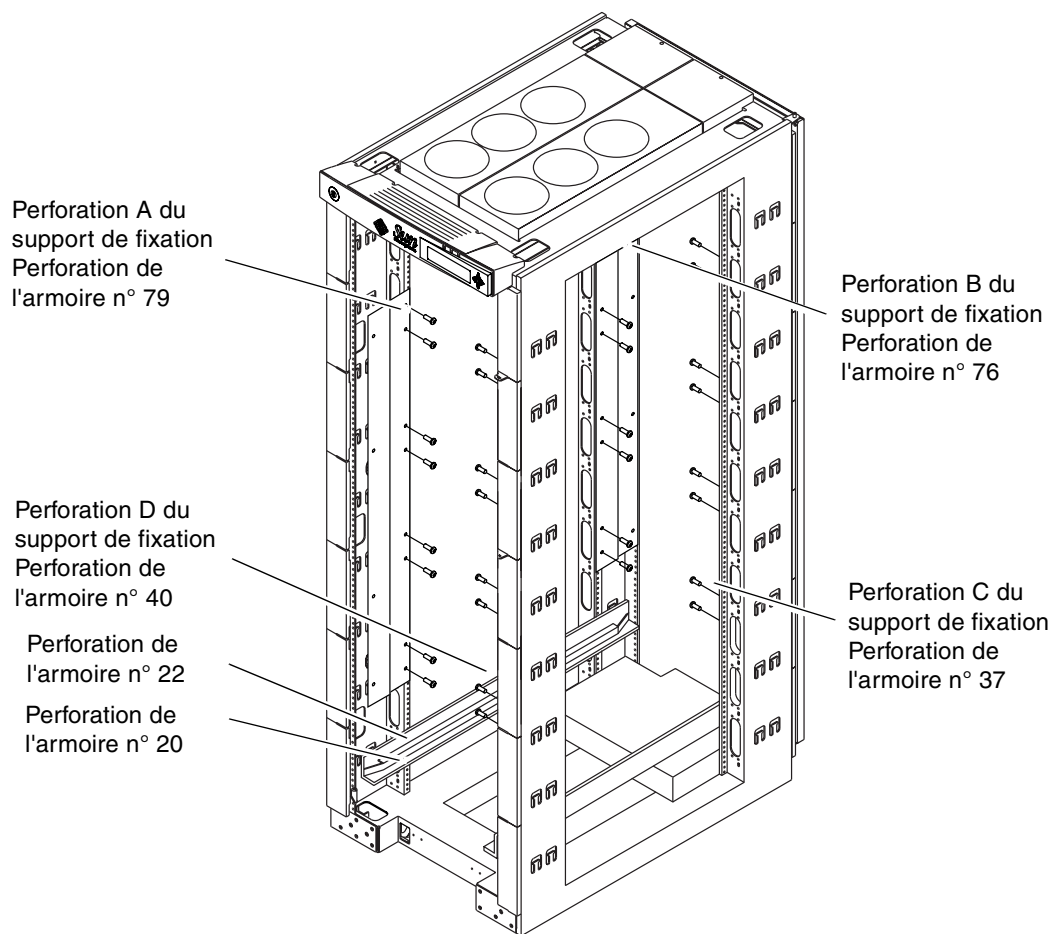

FIGURE 1-3 Installation des supports de fixation et des rails dans l'Armoire Sun Fire
- FIGURE 1-3 Installation des supports de fixation et des rails dans l'Armoire Sun Fire 1-4
Les rails étant identiques, ils peuvent être montés indifféremment de chaque côté du système. Voir la FIGURE 1-3.
Reportez-vous à la FIGURE 1-3 pour connaître la désignation des perforations. Une fois que les perforations portant une lettre sont alignées, les perforations restantes du support seront alignées par rapport aux perforations de l'armoire.